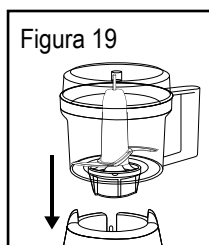

Figura 19
6. Coloque a base do acessório na base do motor de seu liquidificador Oster® (Figura 19). **NÃO USE O APARELHO A MENOS QUE O ACESSÓRIO ESTEJA TOTALMENTE MONTADO E COM SUA TAMPA TRAVADA.**